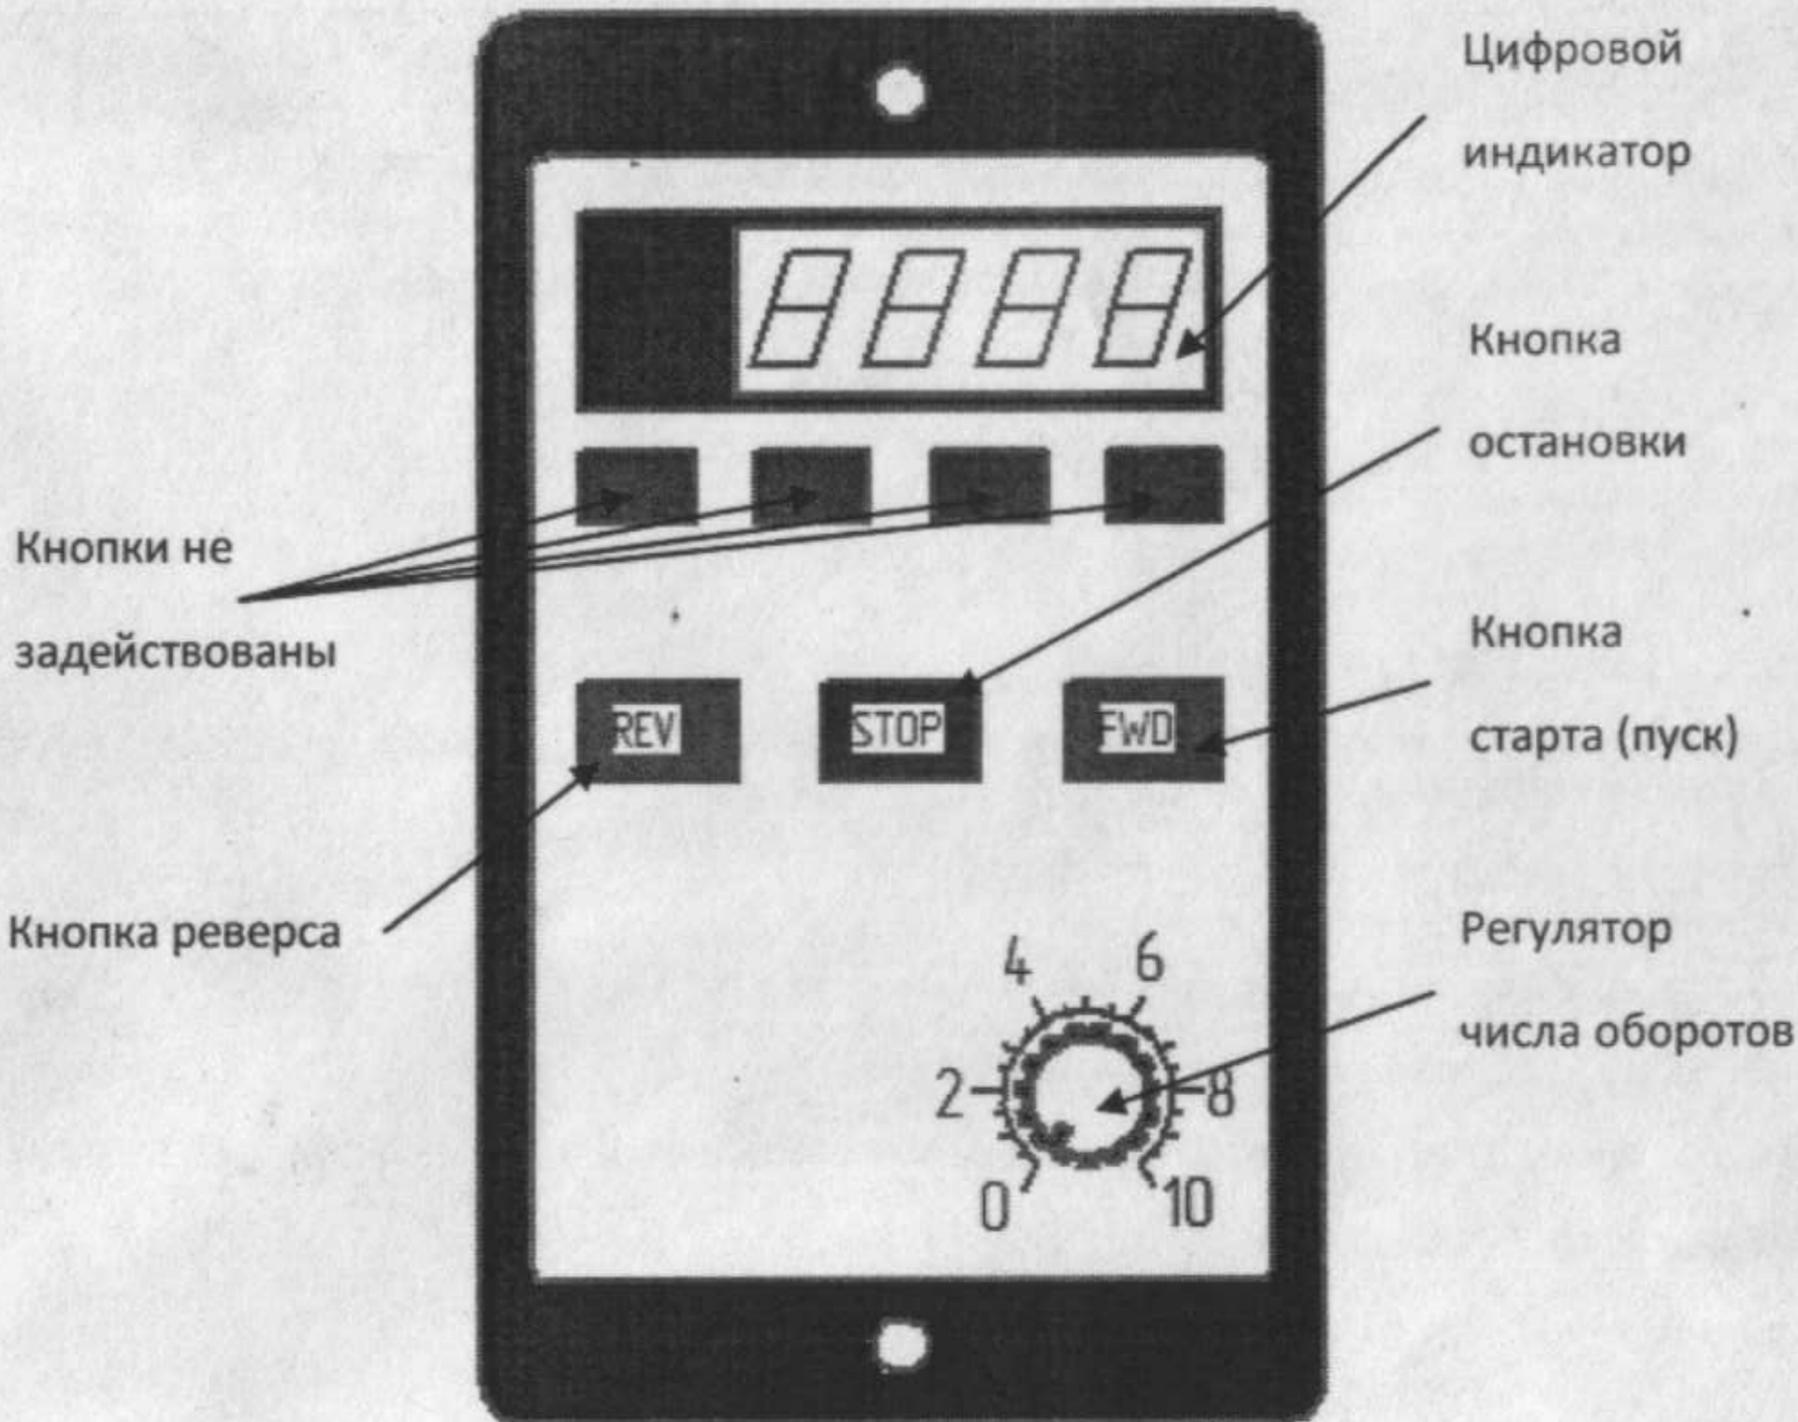

Рисунок 1 Элементы управления пульта медогонки
1. Убедиться, что регулятор скорости вращения ротора находится в положении «0» рис. 1